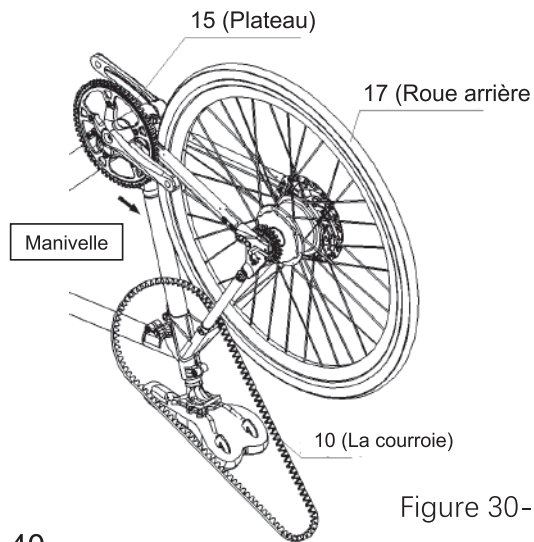

Figure 30-1.
d. Réglez le sens de la manivelle de la pièce 15 de façon à ce qu'elle soit dirigée vers la roue arrière, comme indiqué à la Figure 30-1.